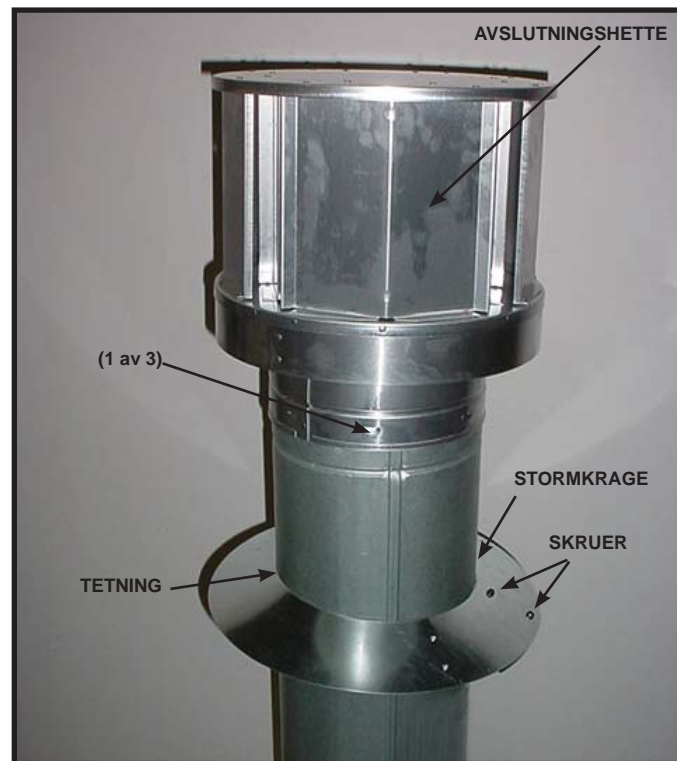

Fig. 10.20
- Gli tak-flashingen over rørseksjonene strukket gjennom taket som vist i Fig. 10.20.
- Tett rundt toppen av stormkragen (se Fig. 10.20).
- Fest avslutningen ved å drive tre selv-borende skruer (levert) gjennom pilothullene i den ytre kragen av avslutningen inn i den ytre avtrekksdelen av røret (se Fig.10.20).